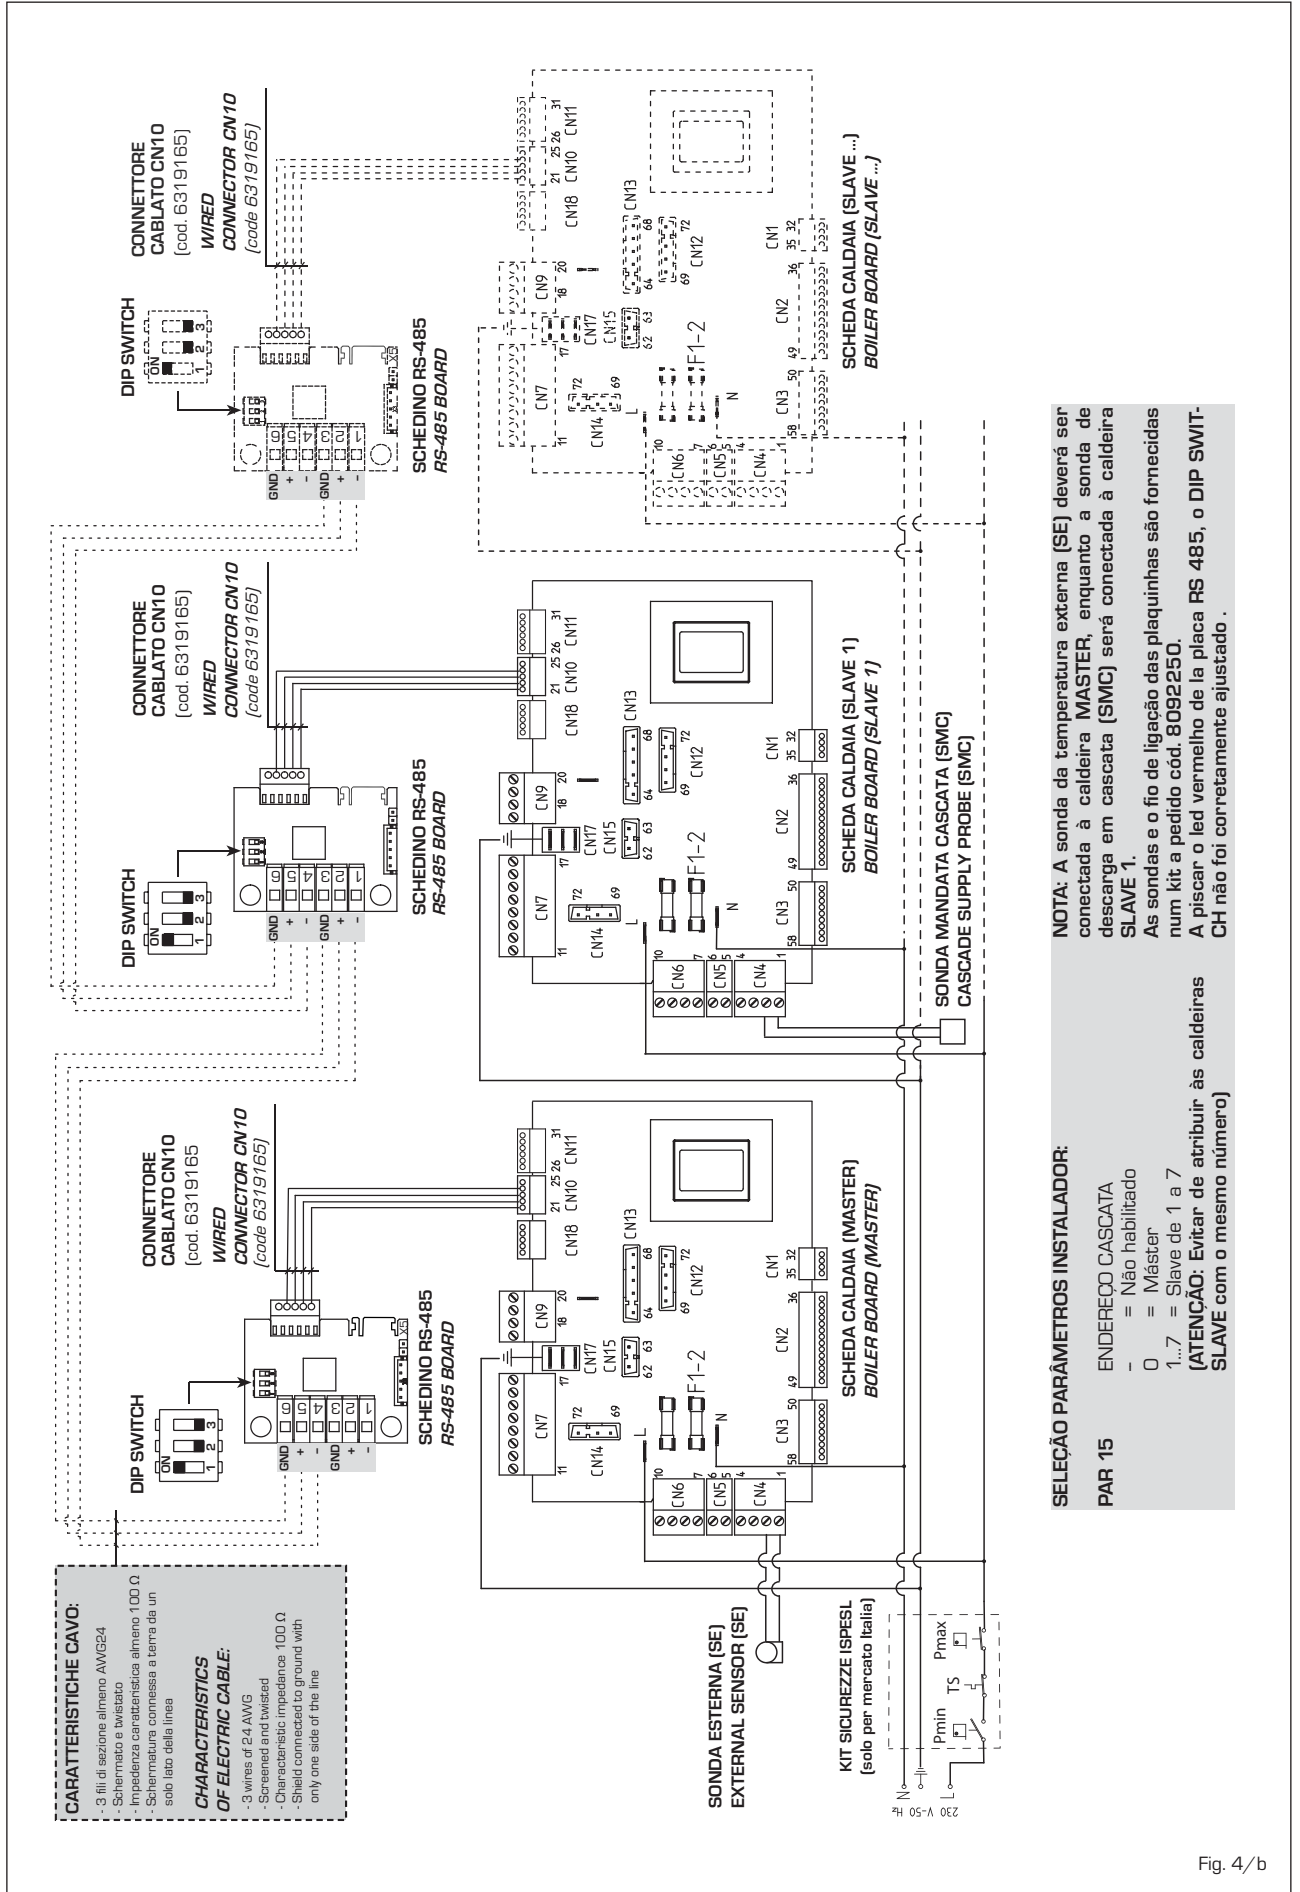

Fig. 4/b
**Modalidade MODBUS (fig. 4/c)**